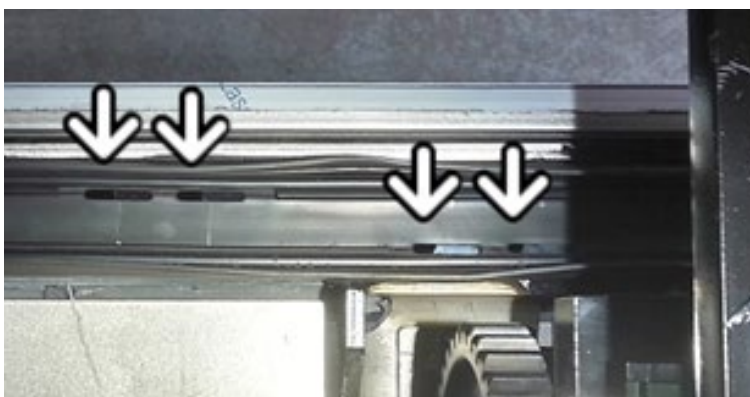

FIGURE 22
34. Glissez le tube de gonflage dans la structure du véhicule. Scellez tout autour avec le scellant Simpson ISR 70-03 # 684685. (Figure 22)
36. Entre l'entrée d'air et le coin le plus proche, fixez localement le joint sur la base. (Flèches, Figure 22 )
37. Au coin inférieur, insérez le joint dans le bas de la base, *sans clipser* . (Figure 22)